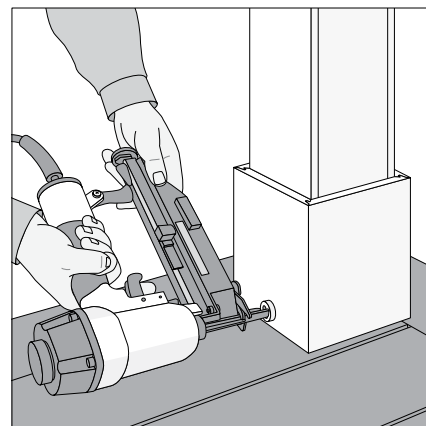

Fig. 6
- Asegure la envoltura exterior a la envoltura para columnas KLEERWrap con acero inoxidable, clavos galvanizados o clavos acabados (**Fig. 6**).
- Si es posible, coloque los clavos donde puedan estar cubiertos por molduras (**Fig. 6**).